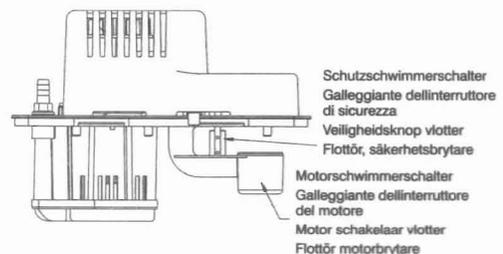

Fig. 12
2. Kontrollera att flottören rör sig fritt. Rengör vid behov (Fig. 12).
3. Testa motorbrytaren genom att med fingret lyfta motorns flottörbrytare (Fig. 12). Motorn bör slå till innan flottören kommer i kontakt med kåpan.